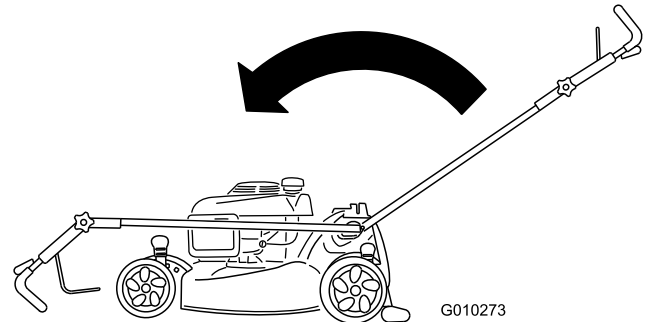

図 38
2. ハンドルを前方に最後まで倒して上部ハンドルのノブをゆるめる 図 38。